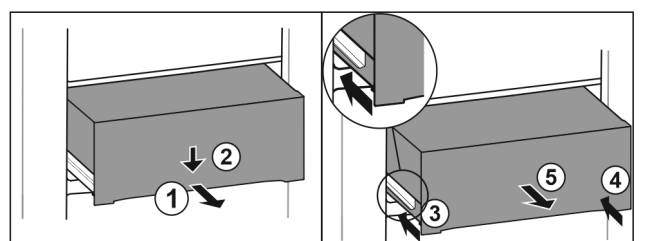

Fig. 139
- ▶ Predal izvlecite do polovice. Fig. 139 (1)
- ▶ Predal na sprednji strani potisnite navzdol. *Fig. 139 (2)*
- ▶ Levo vodilo potisnite približno 2 cm noter. *Fig. 139 (3)*
- ▶ Desno vodilo potisnite približno 2 cm noter. *Fig. 139 (4)*
- ▶ Predal vzemite ven v smeri naprej. *Fig. 139 (5)*